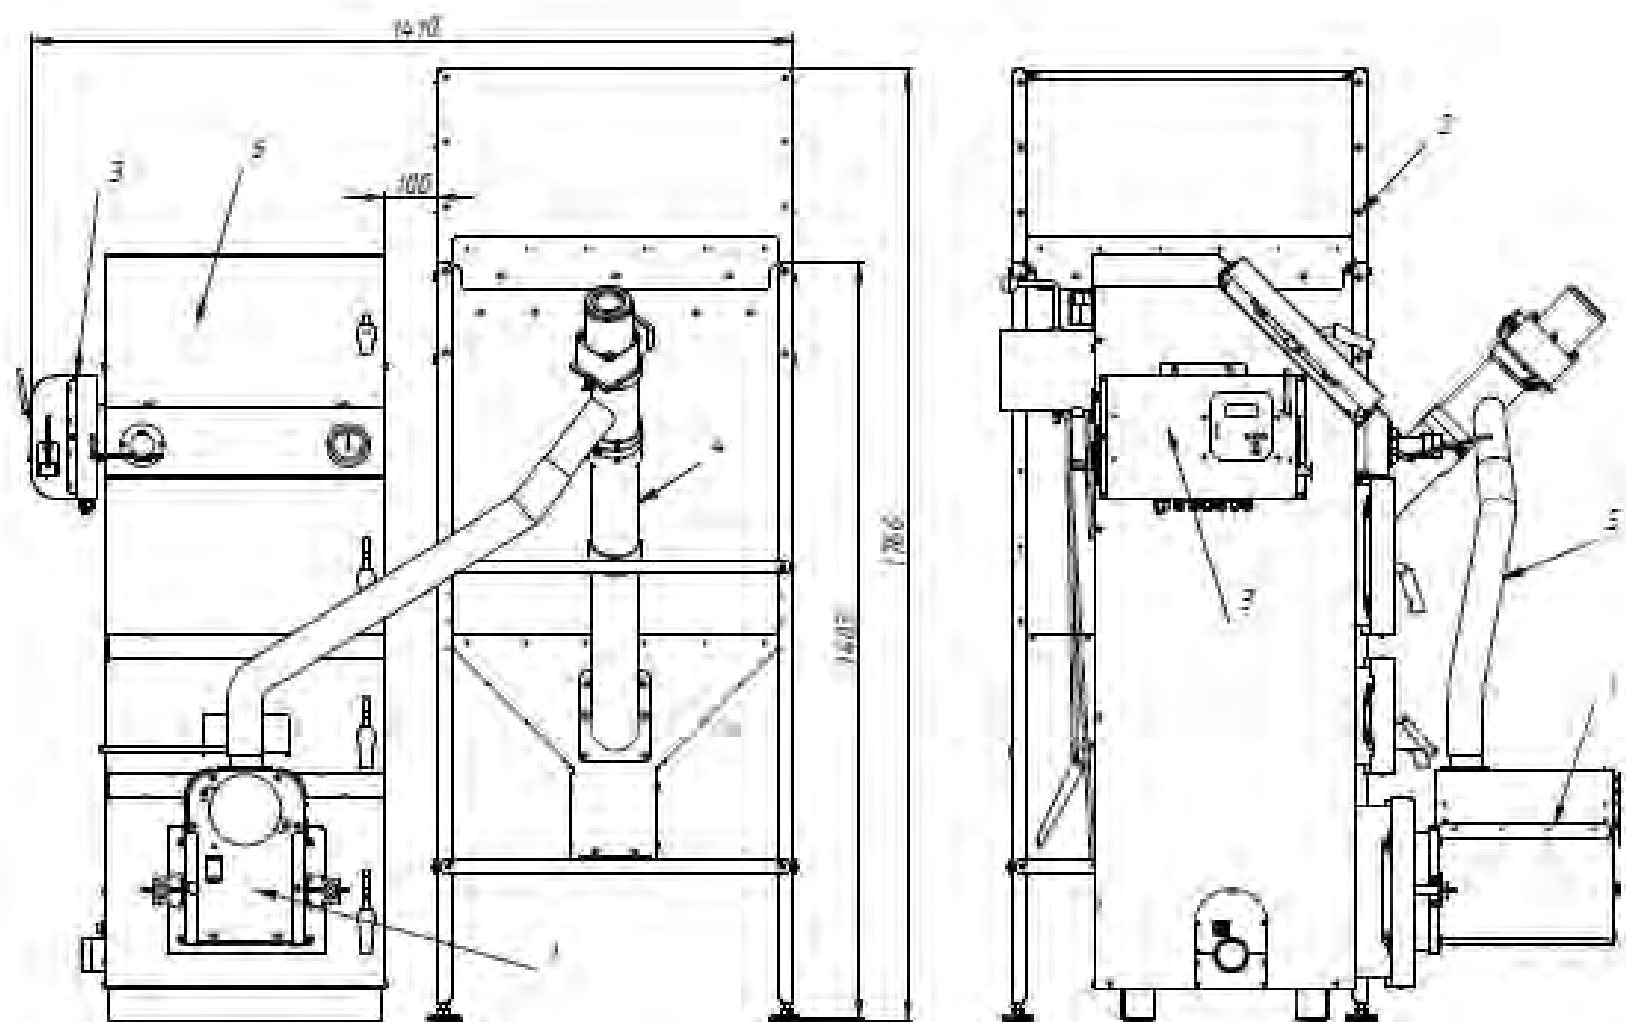

Fig. 1. Ensemble complet en acier
9.1.1 Составные части и конструкция горелки представлены на Рис.1...Рис.7. Нумерация составных частей на рисунках сквозная для раздела 9.
10.2. Установить бункер 2 рядом с котлом в удобном для потребителя месте (в качестве примера приведен вариант размещения горелки на Рис.1а и 1б).
10.10. Смонтировать приемную трубу (фото 5) на горелку, пластиковый шланг 5 установить на приемную трубу (рис.1). Свободный конец пластикового шланга 5 состыковать с выходным патрубком податчика 34. При необходимости, ослабить хомут 45 на трубе податчика (Фото 1г) и повернуть выходной патрубок податчика вокруг его оси, добиваясь минимально возможного изгиба шланга 5 для предотвращения скопления пеллет в шланге. Затянуть хомут на трубе податчика.